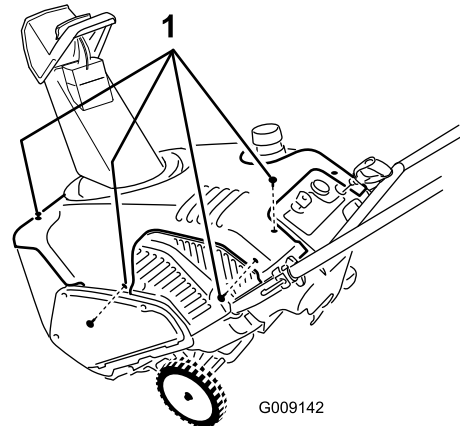

Figure 28
3. Enlevez les fixations du carénage comme illustré (Figure 28) et mettez-les de côté.